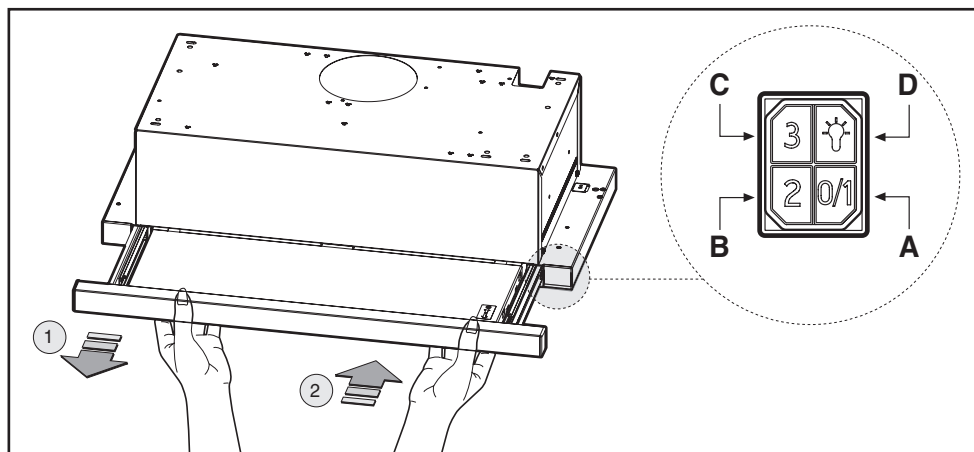

Fig.9.2
• **Comandi meccanici (Fig.9.2) la simbologia è di seguito riportata:**